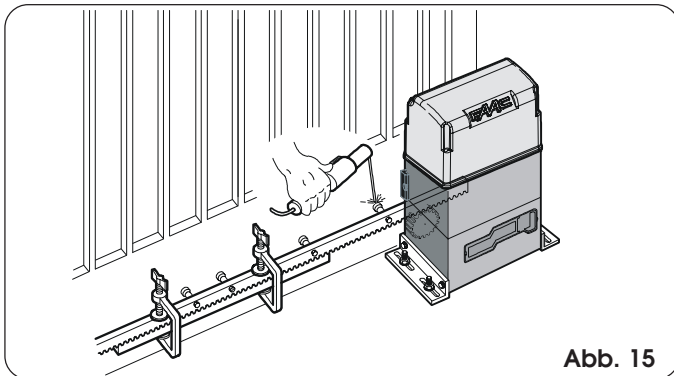

Abb. 15
- 5) Ein weiteres Element der Zahnstange an das vorhergehende Element ansetzen und dabei ein Stück der Zahnstange verwenden, um die Zahnung der beiden Elemente abzurichten, laut Angaben in der Abb. 15.